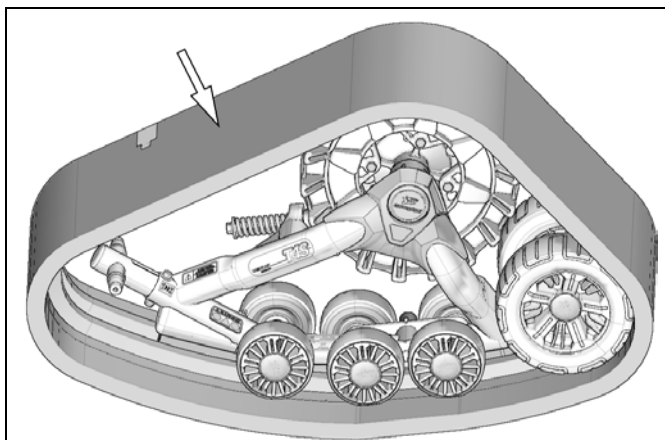

Figure 35
- Installer la chenille de caoutchouc. Voir la Figure 35.